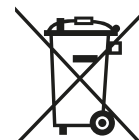

Abb. 2: Lage des Typenschilds
Das Typenschild mit Gerätenummer befindet sich auf der Zwischenplatte im Inneren des Gehäuses (siehe Pos. 1 in Abb. 2).
- ▶ Bitte tragen Sie in der folgenden Zeile Ihre Gerätenummer ein. Sie finden die Gerätenummer auf dem Typenschild (siehe Abb. 2 auf Seite 5).